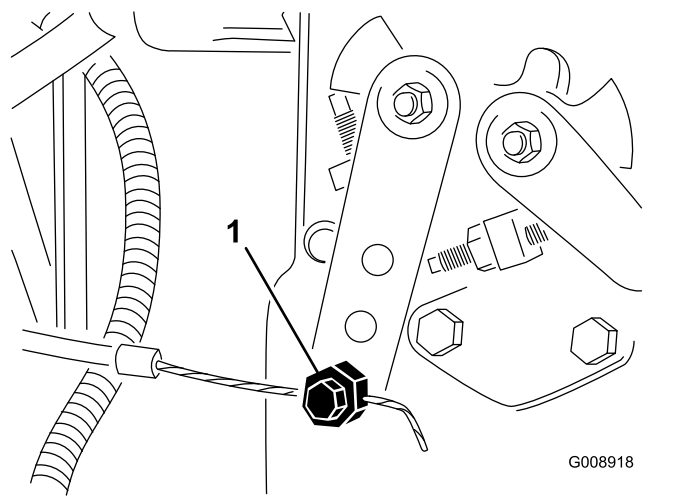

図 87
4. 噴射ポンプのレバーアーム **図 87**の部分にあるスロットルケーブルのコネクタをゆるめる。